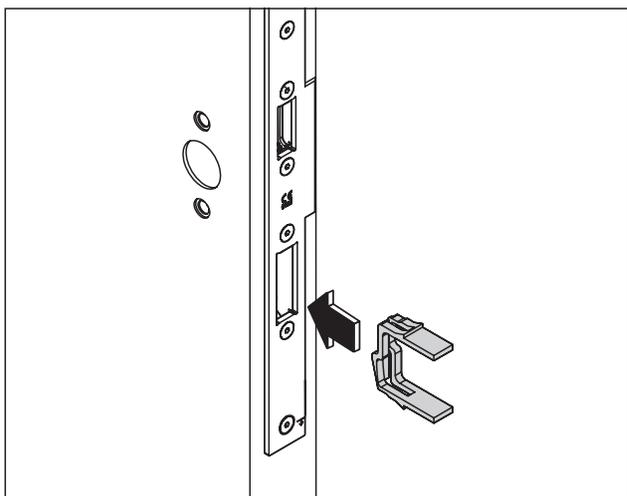

Abb. 45 Feststellklemme einsetzen
6. Die Feststellklemme in das SVI-Schloss einsetzen (Abb. 45).